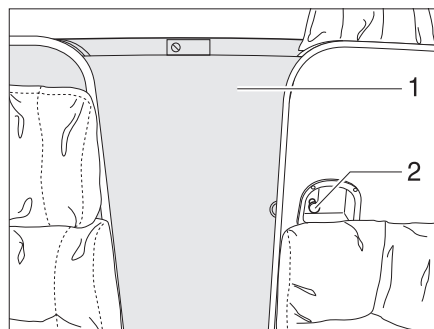
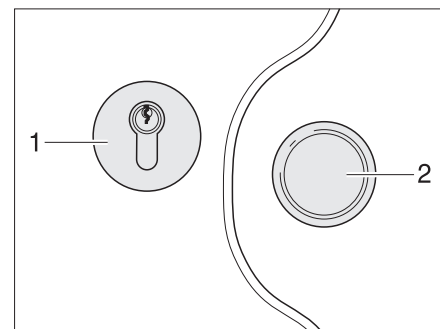

Bild 55 Skiljeplattan till förarhytten
Bild 56 Lås förarhytt
- Lås upp dörren (Bild 55,1) och skjut igen den.
- Vrid handtaget (Bild 55,2) motsols tills dörren är låst.
- Vrid handtaget (Bild 55,2) medsols tills dörren är upplåst.
- Skjut igen dörren (Bild 55,1) och lås den.
- Lås upp dörren (Bild 55,1) och skjut igen den med handtaget (Bild 56,2).
- Stick in nyckeln i låscylindern (Bild 56,1) och vrid den medsols tills dörren är låst.